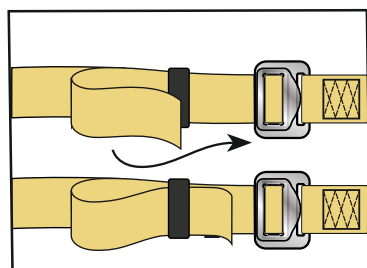

рис. 9
9. Убрать лишние концы лямок при помощи пластиковых клипс (**рис. 9**).